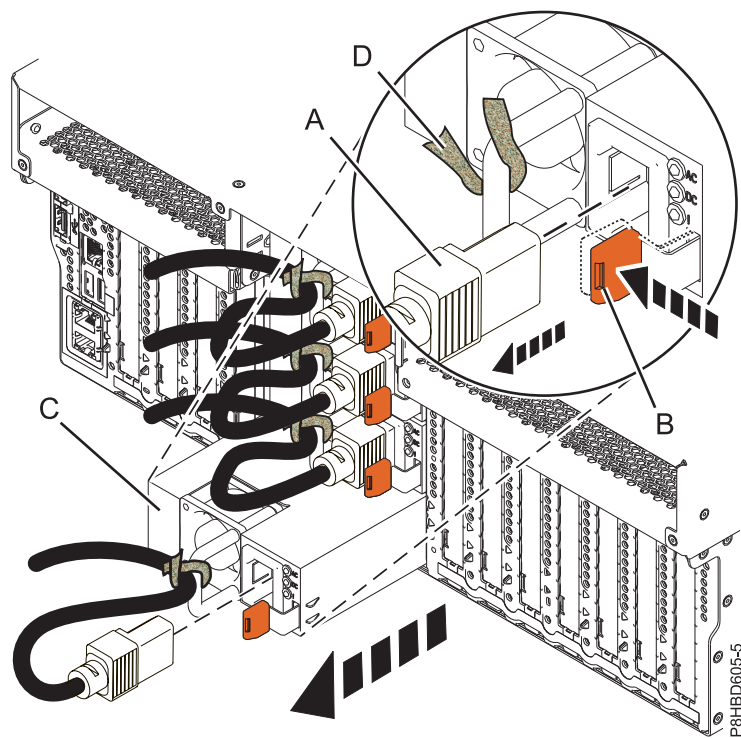
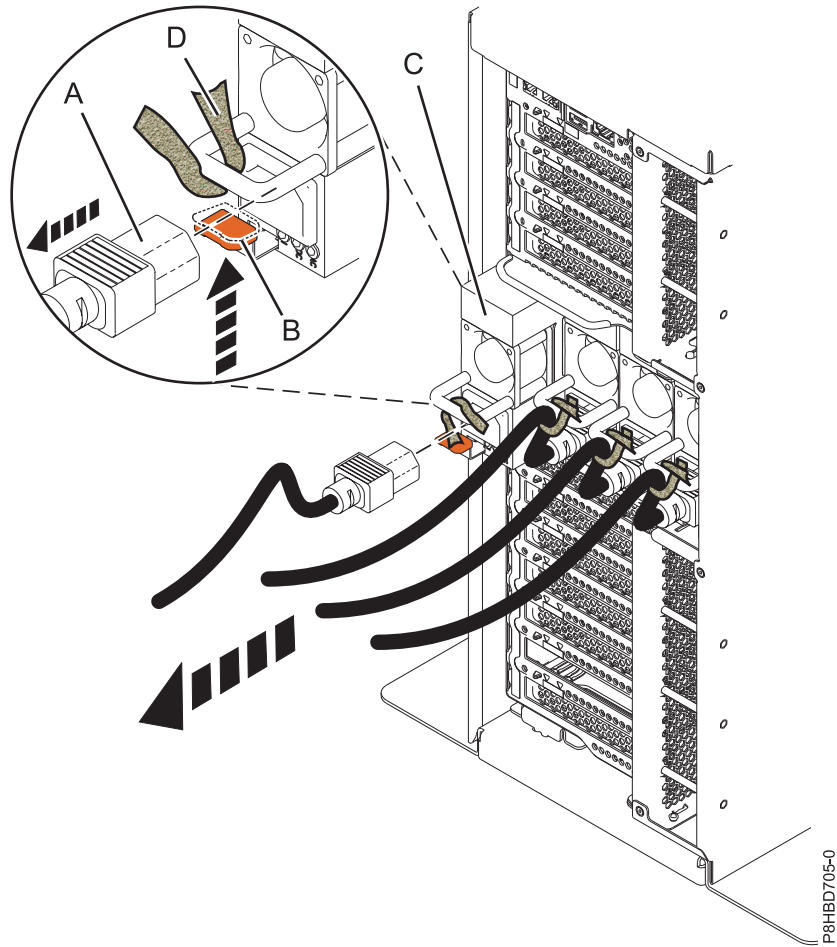

図 19. ラック・マウント型システムから電源装置を取り外す
図 20. スタンドアロン型システムから電源装置を取り外す
3. 22 ページの図 19 (ラック・マウント型システムの場合) および 23 ページの図 20 (スタンドアロン型システムの場合)電源コードにラベルを貼り、電源コードの端 (A) を、下図に示す方向に引っ張って電源装置から切り離します。
4. 22 ページの図 19 (ラック・マウント型システムの場合) および 23 ページの図 20 (スタンドアロン型システムの場合)電源装置をシステム内の位置から取り外すために、テラコッタ色のロックング・タブ (B) を、図に示す方向に押します。
5. ハンドルに固定されている電源コードを解放するために、面ファスナー (D) を外して、電源コードを電源装置 (C) から取り外します。電源コードの面ファスナー (D) はそのままにしておきます。
6. 22 ページの図 19 (ラック・マウント型システムの場合) および 図 20 (スタンドアロン型システムの場合)図に示すように、電源装置 (C) を引いてシステムから外します